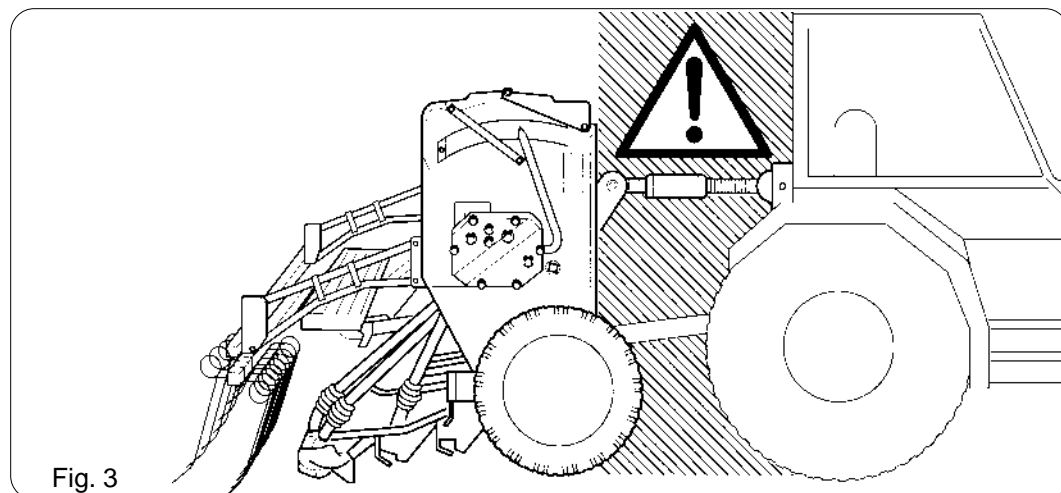

Fig. 3
- 23) È assolutamente vietato interpor-si fra il trattore e l'attacco per manovrare il comando dall'esterno per il sollevamento (Fig. 3).
- 24) È assolutamente vietato interpor-si tra il trattore e l'attrezzatura (Fig. 3) con motore acceso nonché senza aver azionato il freno di stazionamento ed aver inserito, sotto le ruote, un ceppo o un sasso di bloccaggio di adeguate dimensioni.
- 23) *It is absolutely forbidden to stand between the tractor and linkage for manoeuvring the lifting controls from the outside (Fig. 3).*
- 24) *It is absolutely forbidden to stand in the space between the tractor and the equipment (Fig. 3) with the engine running and without the hand brake pulled and a block or stone placed under the wheels to block them.*
- 23) Es ist strengstens verboten zwischen den Schlepper und den Anschluß zu treten, um die Hubsteuerung von aussen zu betätigen (Abb. 3).
- 24) Es ist strengstens verboten, bei laufendem Motor und Gerät zu treten (Abb. 3), ohne zuvor die Feststellbremse gezogen und einen Bremskeil oder einen großen Stein unter die Räder gelegt zu haben.
- 23) *Il est absolument interdit de se mettre entre le tracteur et l'attelage pour manoeuvrer la commande de levage de l'extérieur (Fig. 3).*
- 24) *Il est absolument interdit de se mettre entre le tracteur et l'équipement (Fig. 3) si le moteur est en marche sans avoir actionné le frein de stationnement et bloqué les roues avec une cale ou un caillou aux dimensions adéquates.*
- 23) Es absolutamente prohibido colocarse entre el tractor y el gancho para mover el mando de elevación, desde el exterior. (Fig. 3).
- 24) Es absolutamente prohibido colocarse entre el tractor y el equipo (Fig. 3) mientras el motor esté encendido, no se encuentre accionado el freno de mano y no se haya colocado debajo de las ruedas, un cepo o una piedra de las dimensiones adecuadas, que sirva como bloqueo.